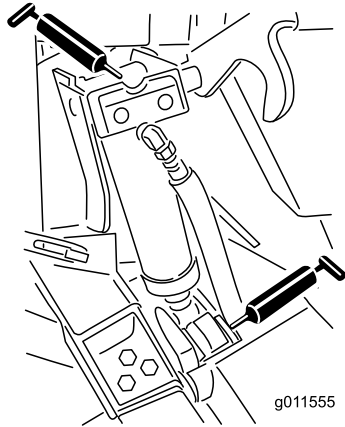

Figure 47
- Bagues de vérin de relevage (4) (Figure 47).